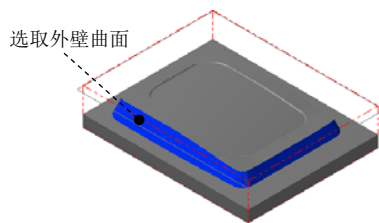

图 5.23 选取干涉面
(2) 单击 **检测** 区域中的 按钮, 选取图 5.23 所示的面为干涉面 (共 18 个), 然后按 Enter 键。单击 按钮完成干涉面的选取, 同时系统弹出“曲面精加工浅平面”对话框。